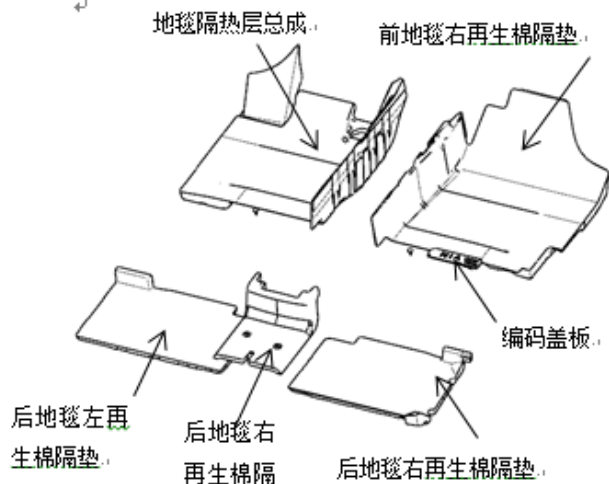

图 1-13-3 地毯隔垫等示意图
- b. 取出地毯隔热层、前/后地毯隔垫等，具体结构如图 1-13-3 所示，至此地毯及地毯隔垫拆卸完毕。